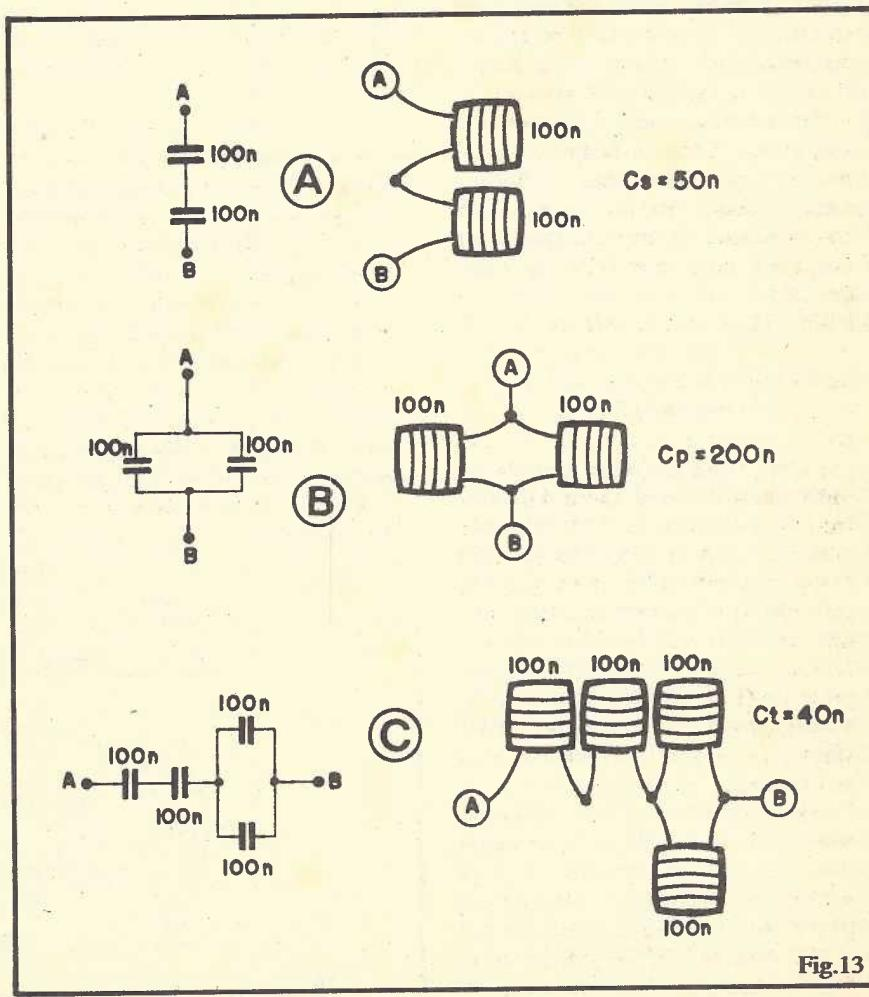

Fig.13
- FIG. 13-A - Capacitores associados EM SÉRIE ("enfileirados"). No exemplo são apenas **dois** os componentes envolvidos, mas podemos "seriar" quanto queiramos. No caso, dois capacitores de 100n cada resultam um valor final ("Cs") de 50n.
- FIG. 13-B - Capacitores associados EM PARALELO. O exemplo mostra apenas dois componentes, mas podemos "paralelar" quantos forem necessários. Os dois capacitores de 100n, no caso, resultam ("Cp") em 200n finais.
- FIG. 13-C - Associação mista (SÉRIE/PARALELO). Temos, à direita, dois capacitores de 100n cada, "paralelados". Esse conjunto está ligado "em série" com mais dois capacitores, também de 100n cada (esquerda do diagrama). O valor final de capacidade mostrado pelo conjunto é 40n.
Onde “ C_p ” é o valor total resultante da associação, enquanto que “ C_1 ” até “ C_n ” são os valores individuais dos capacitores que formam o conjunto/paralelo. Verificando (no exemplo da fig. 13-B), veremos como é fácil a resolução desse tipo de associação:
Quanto às associações mistas, conforme já foi explicado para os resistores (ABC nº 1), devem ser resolvidas por etapas. No exemplo mostrado na fig. 13-C (o Leitor/Aluno deve, a título de exercício, confirmar esses valores, “montando” os cálculos e resolvendo-os...), o sub-conjunto “série” (esquerda) resulta em 50n, enquanto que o sub-conjunto “paralelo” (direita) totaliza 200n. Como esses dois sub-conjuntos estão organizados “em série”, um novo cálculo (50n em série com 200n) dará o resultado final de 40n para o conjunto.